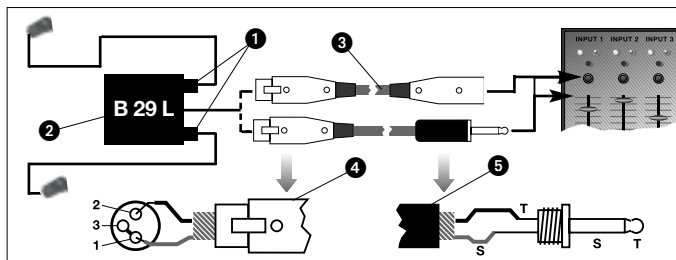

Fig. 3: Schema di collegamento con B 29 L
Vedi fig. 3.
- Vedi fig. 3.
- Per il collegamento ad un ingresso simmetrico servitevi di un cavo XLR commerciale (3).